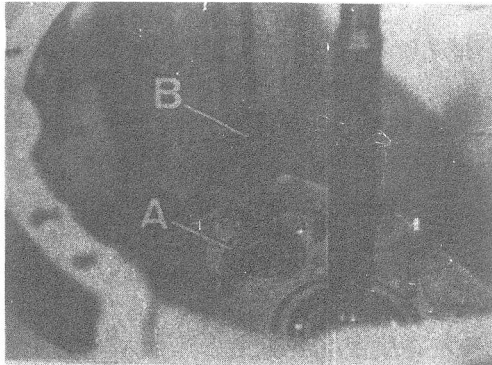

Fig. C1-87 Ajuste eje intermediario
- 2.2.7. Medir la profundidad de la pista, A (Fig. C1-87) con relación a la cara frontal interna del cárter de embrague. La suma de la medida obtenida, más 0,10 mm que es el apriete que deben llevar estos rodamientos, nos dá el espesor de suplementos necesarios en su montaje.